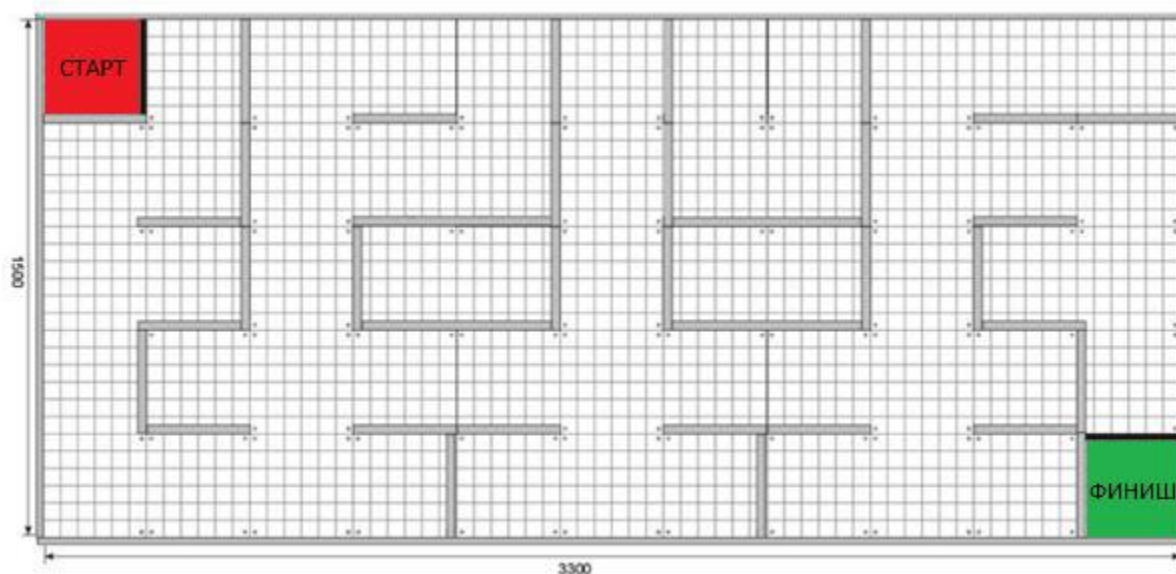

Рис. 1. Схема поля
2.1 Поле лабиринта имеет размер 150x330 см и разделено на ячейки размером 30 ± 2 см (см. рис. 1). Между ячейками могут быть установлены стенки высотой 10 см и толщиной 17 ± 1 мм. Стенки также установлены по всему периметру лабиринта. Между стенками могут быть зазоры и выступы до 5 мм.